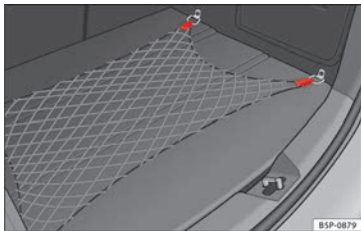

Abb. 111 Gepäckraumnetz
- Verwenden Sie zur Befestigung des Gepäckraumnetzes die seitlichen Befestigungsringe im Gepäckraum » Abb. 111.